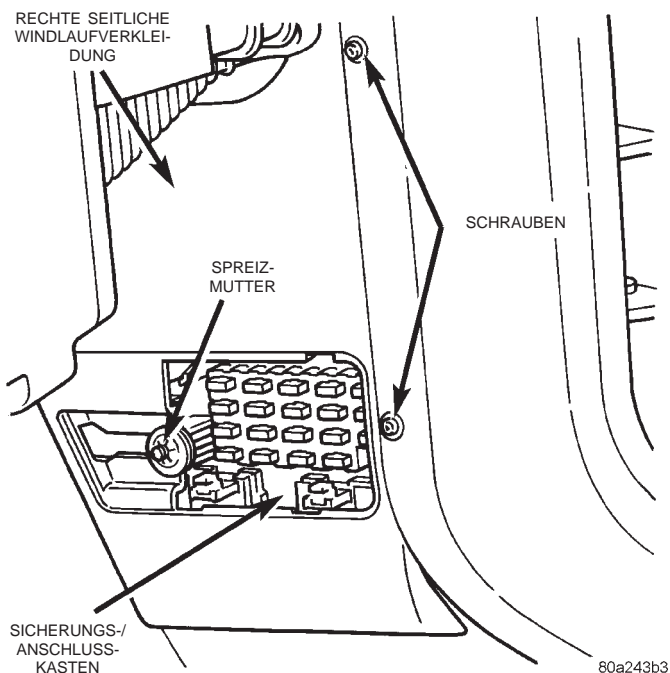

Abb. 22 Rechte Windlaufverkleidung aus- und einbauen
(1) Batterie-Minuskabel abklemmen und elektrisch isolieren.
(2) Sicherungsabdeckung an der rechten seitlichen Windlaufverkleidung abziehen.
(3) Die Spreizmutter lösen, mit der die rechte seitliche Windlaufverkleidung am Sicherungs-/Anschlußkasten befestigt ist (Abb. 22).